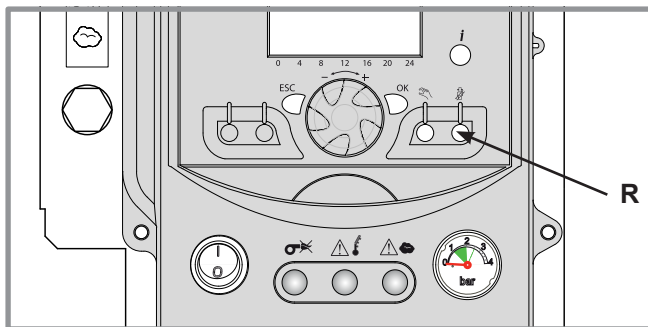

fig. 32 - Tableau de contrôle et régulation
- Activer la fonction "ramoneur" (appui bref : rep. **R** fig. 32).
- Après le réglage du brûleur, ne pas oublier de désactiver la fonction "ramoneur"(repère **R**, fig. 32).